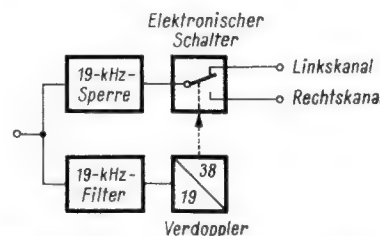

Bild 3. Decodierung nach dem Abtastverfahren
3. Das Abtast- oder Schalterverfahren, einfach zu realisieren und schwerer zu verstehen, Bild 3.
Auch zum Abtastverfahren noch einige Worte. Liegt dem Matrix-Verfahren die Frequenzmultiplex-Anschauung zu Grunde, so arbeitet das Abtastverfahren im Zeitmultiplex. Das zeigt Bild 3. Das Pilottonsignal wird über ein Filter abgetrennt und zur Erzeugung des Hilfsträgers verwendet. Der 38-kHz-Hilfsträger betätigt nun, etwas vereinfacht gesagt, einen elektronischen Schalter, mit dem das übrige Multiplexsignal (allerdings ohne den Pilotton) abwechselnd an den linken und an den rechten Nf-Kanal geleitet wird. Als Schalter wird meist ein